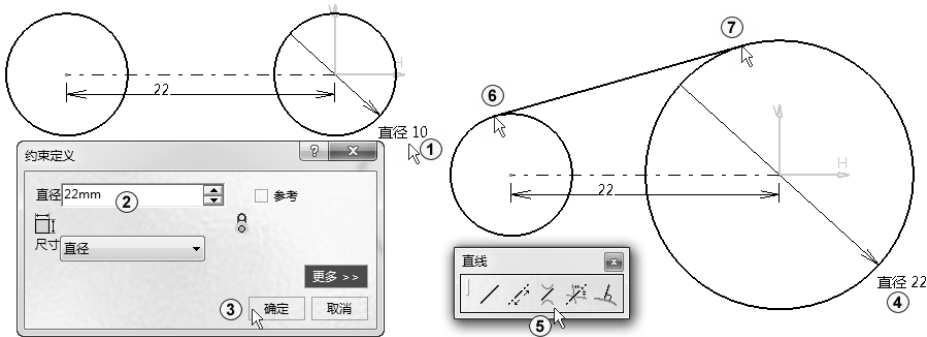

图 2-24 绘制圆的相切线
- 双击“直径 10”，系统弹出“约束定义”对话框，将“直径”改为 22，单击“确定”按钮，如图 2-24 中①～③所示。结果如图 2-24 中④所示。
单击“公切线”按钮，在小圆的上方单击后在大圆的上方单击，绘制出一条与两个圆相切的直线，如图 2-24 中⑤~⑦所示。